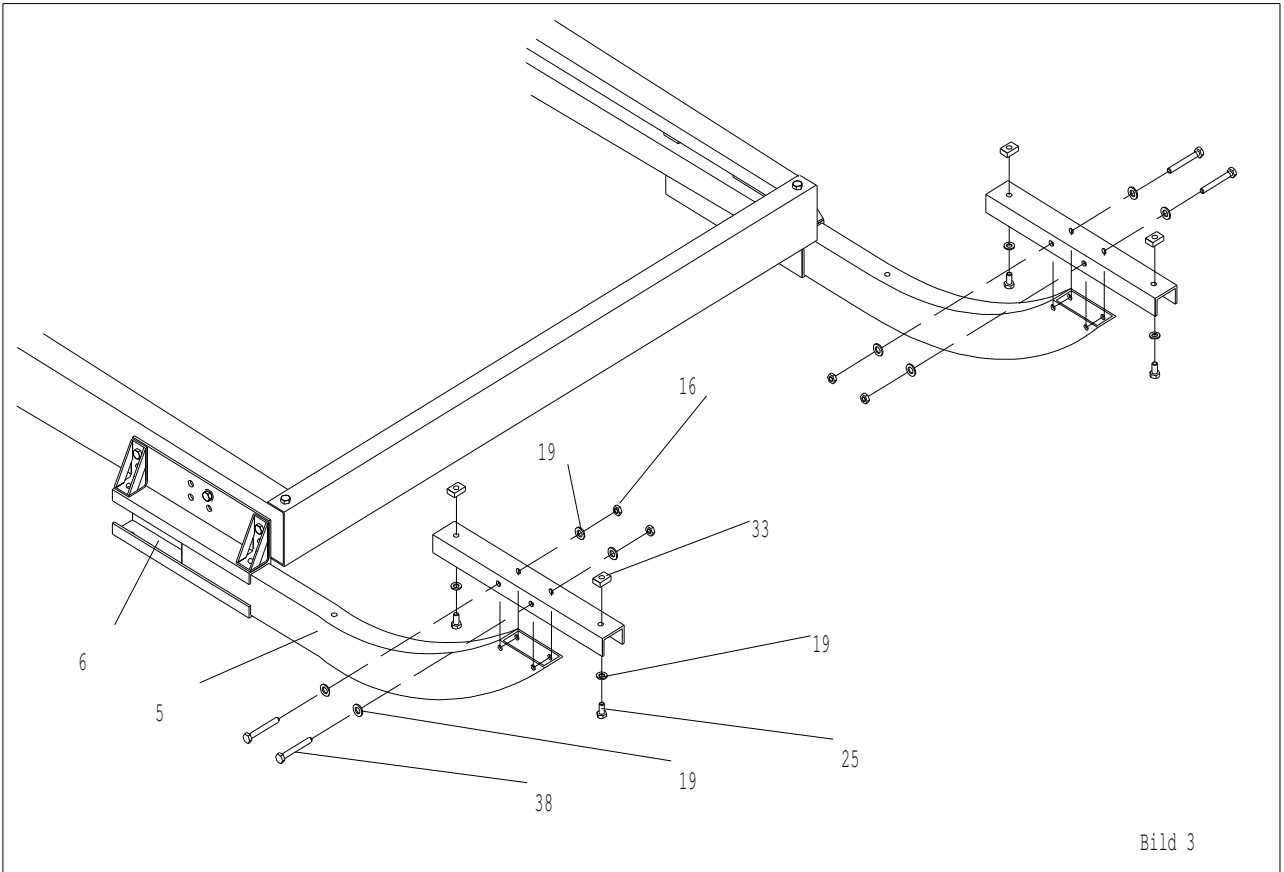
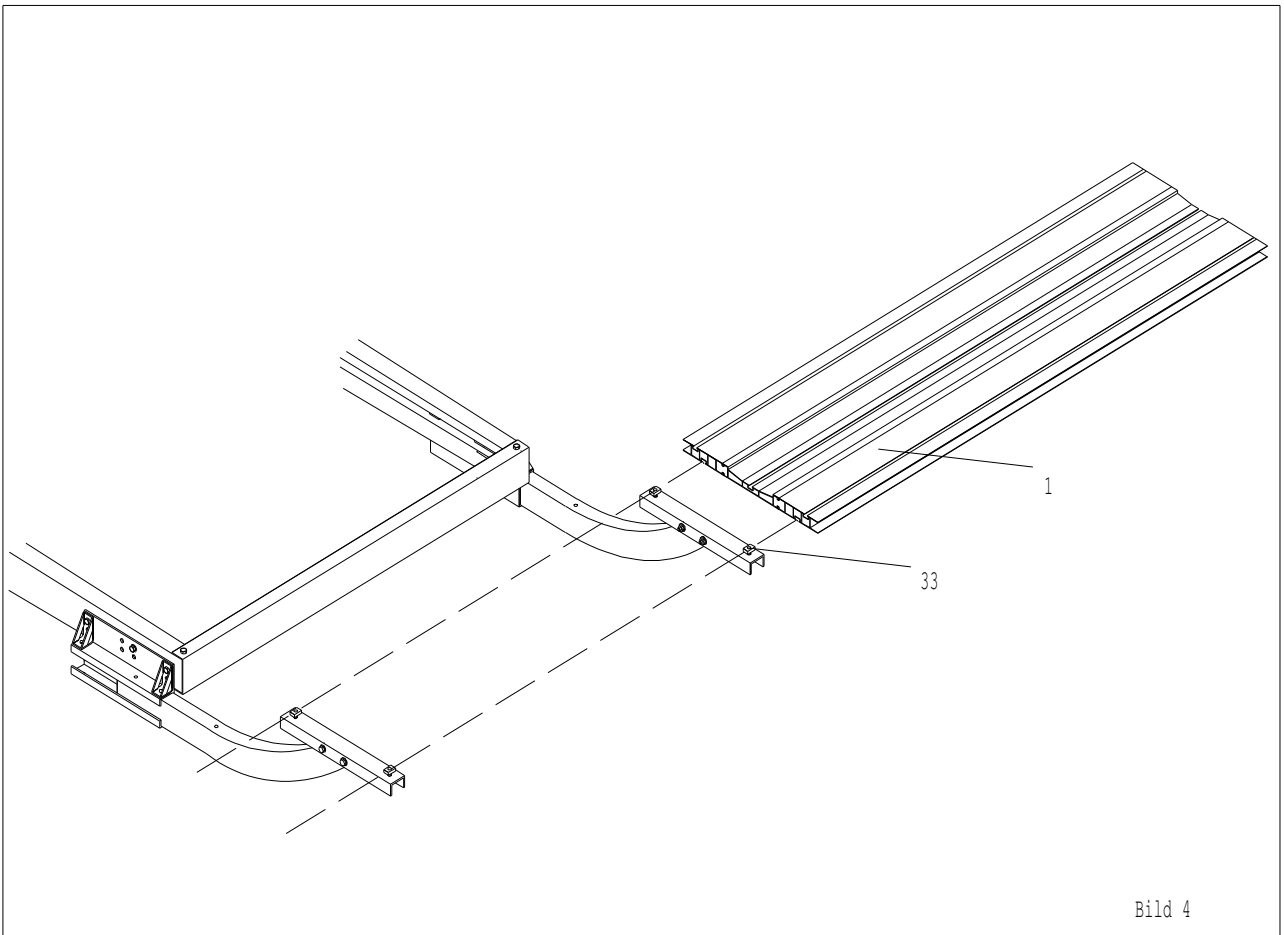
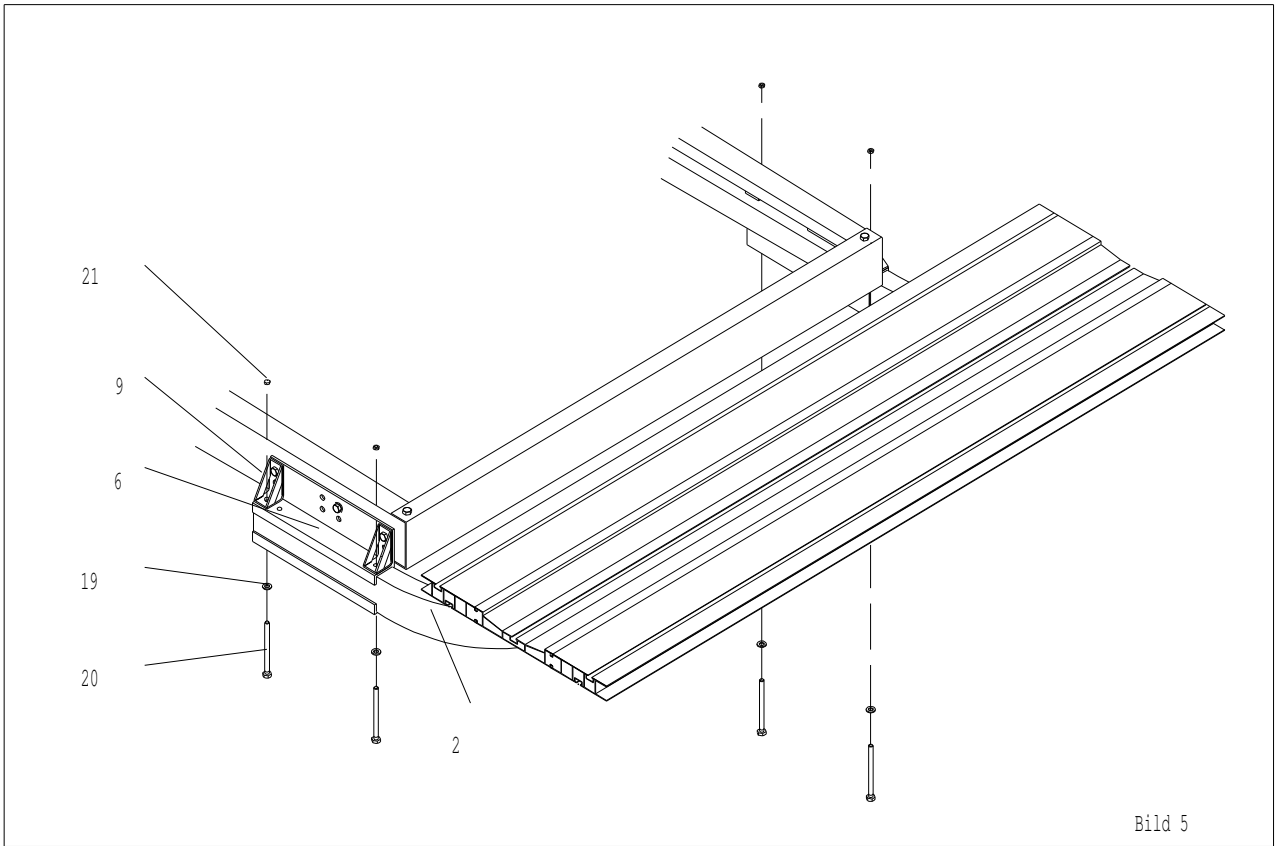

Bild 3
Bild 4
Bild 5
7. **Bild 3:** Schieben Sie die Unterzüge (5) ein Stück in die Einschubhülsen (6). Dabei müssen die gebogenen Enden der Unterzüge (5) nach hinten/oben zeigen.
8. Stecken Sie vier Schrauben M10x20 (25) mit den Scheiben B10,5 (23) von innen durch die äußeren Bohrungen in den U-Profilen (10). Schrauben sie von oben auf jede Schraube M10x20 (25) einen Nutstein M10 (33). Drehen Sie die Nutsteine nur soweit, bis das Gewinde gerade gegriffen hat.
9. Stecken Sie beide U-Profile (10) mittig auf die nach oben offenen, hinteren Enden der Unterzüge (5).
10. Verbinden Sie die U-Profile (10) und die Unterzüge (5) mit Hilfe der Schrauben M10 x 80 (38), Muttern M10 (21) und Scheiben B 10,5 (23). Ziehen Sie die Schraubenverbindung mit **50 Nm** an.
11. **Bild 4:** Schieben Sie die Plattform (1) von der Seite aus auf die Nutsteine M10 (33). Dabei müssen die Nutsteine (33) in die T-Nuten der Plattform (1) greifen.
13. **Bild 5:** Schieben Sie die Unterzüge (5) soweit in die Einschubhülsen (6) ein, dass die Schrauben M10X130 (20) senkrecht von unten durch die Einschubhülsen (6), die Unterzüge (5) und die Verstärkungswinkel (9) gesteckt werden können.
14. Schieben Sie je eine Unterlegscheibe B10,5 (23) auf die Schrauben M10x130 (20), stecken Sie sie dann von unten durch die Einschubhülsen (6), Unterzüge (5) und Verstärkungswinkel (9). Schrauben sie von oben die Mutter M10 (21) auf und ziehen Sie die Mutter mit **50 Nm** an.
15. Ziehen Sie die Schrauben M10x20 (25 in Bild 3) mit **35 Nm** an.